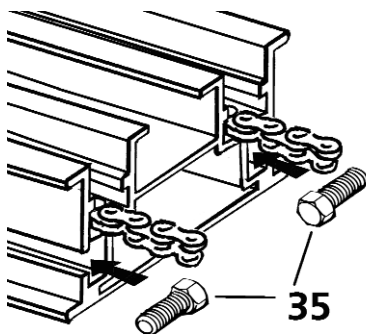

Рисунок 8
6. Вставить винты (35) в два паза рейки (рис.8);